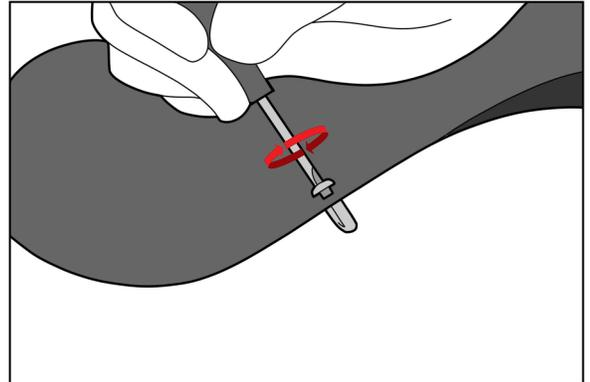

Fig. 1
1. Per eseguire la rimozione, utilizzare un cacciavite a lama piatta da 1/8" per rimuovere la vite superiore. (Fig. 1).